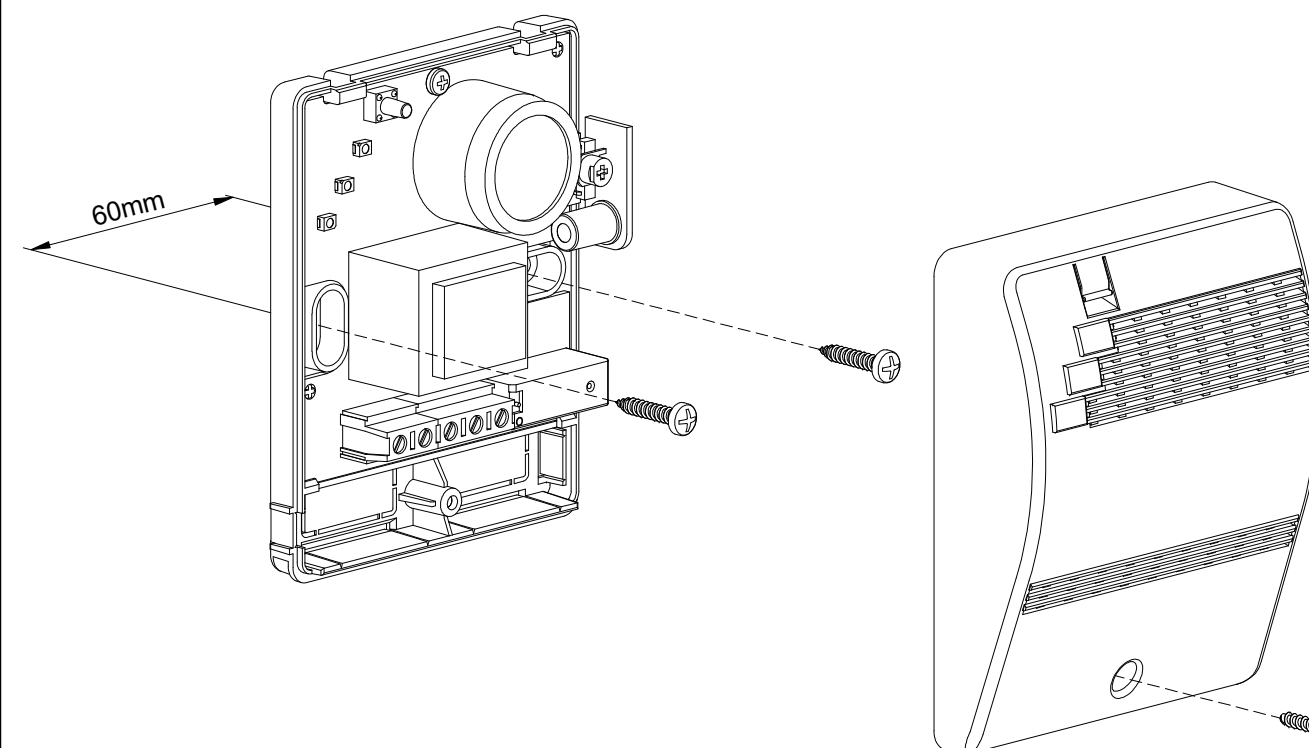

Fig. 2: Ejemplo de instalación de un BEAGLE *plus* -.
3. Quitar la tapa como se indica en Fig.2:
Para acceder a la bornera destornillar el tornillo presente y quitar el frontal (Fig. 2).